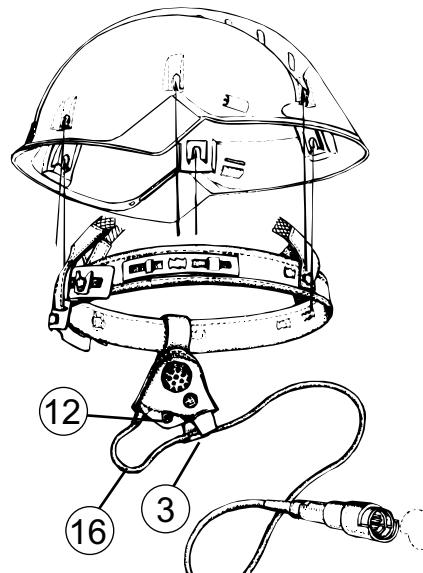

FIGURA 6
Cerrar el corchete ⑫ (figura 6).